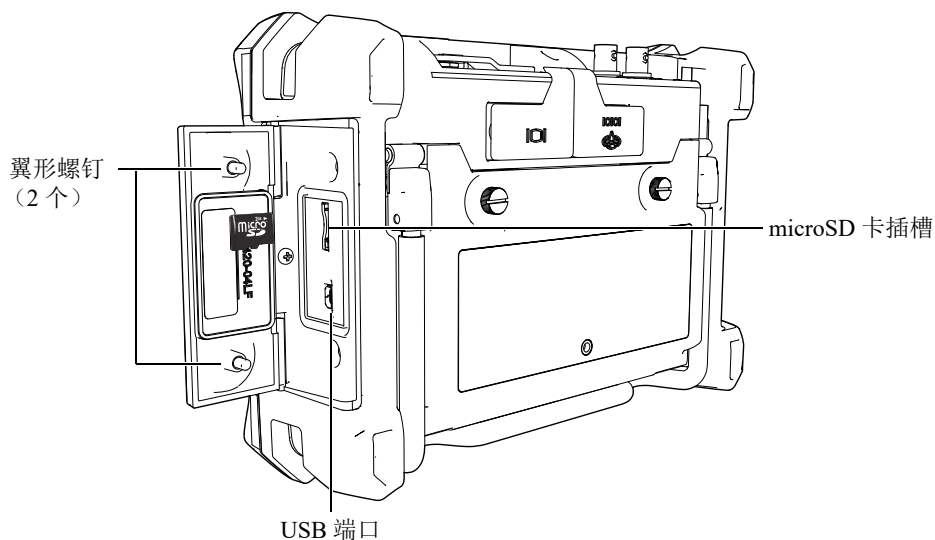

图 1-12 侧门
2. 拧松两个翼形螺钉，打开 EPOCH 600 的侧门（参见第 32 页的图 1-12）。
4. 将卡小心地插入 microSD 的插槽，直到听到“喀嚓”声，表明卡已固定到位（参见第 32 页的图 1-12）。